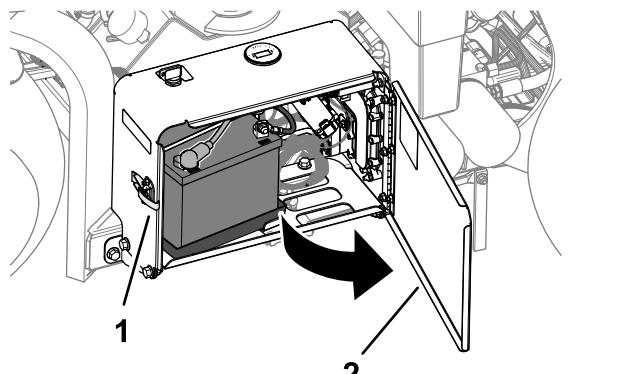

図 159
1. ラッチを取り外し、バッテリーコンパートメントのドアを開く図 159。